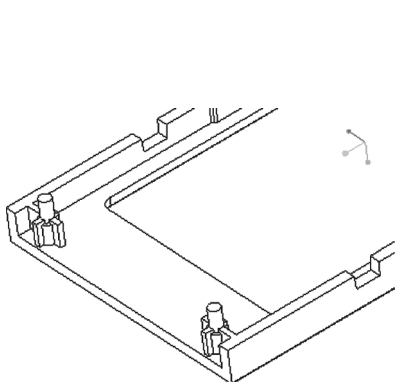

图 8-32 完成效果
5) 在“偏移几何”选项卡中单击 ✓ （完成）按钮，完成创建“偏移几何 2”特征，得到的模型效果如图 8-32 所示。